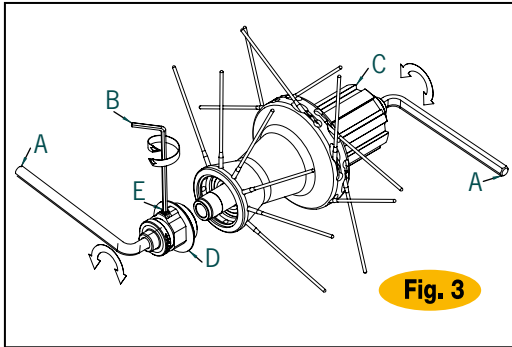

Fig. 3
- Allentate il grano (E) con una chiave a brugola da 2mm (B) (Fig.3).